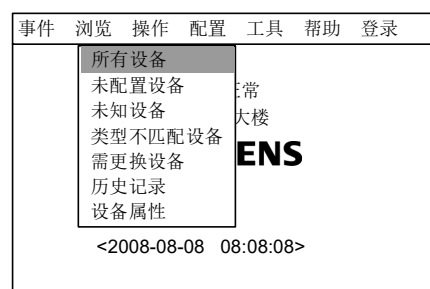
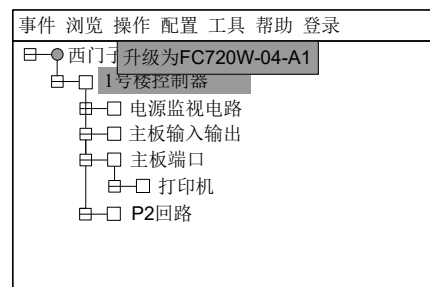

图 31-2
图 31-3
- 按“→”键选择“浏览”子菜单（图 31-2），选择“所有设备”，然后按“OK”键，树状图显示出来（图 31-3）。按“↓”/“↑”键查找本机。
- 按“菜单”键进入主菜单，再按“→”键选择“操作”子菜单，选择“升级为 FC720W-04-A1”（图 31-3），然后按“OK”键。